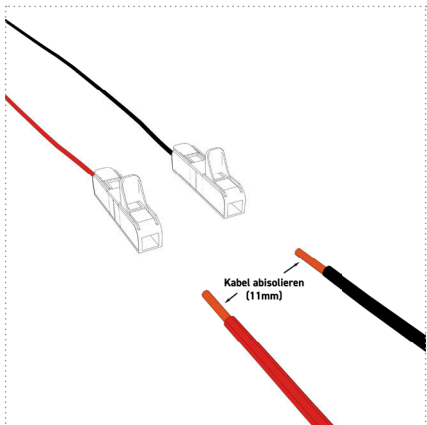

Abbildung: 18
2. Isolieren Sie die bordseitigen Anschlusskabel 11 mm ab (Abbildung 18).
3. Schließen Sie anhand *Tabella 17 +18* die 2 Kabel (Spannungsversorgung und Signal) der UV-Einheit mittels den im Lieferumfang enthaltenen Verbindungsklemmen an die Spannungsversorgung u. Pumpe an (*Abbildung 18+19*).